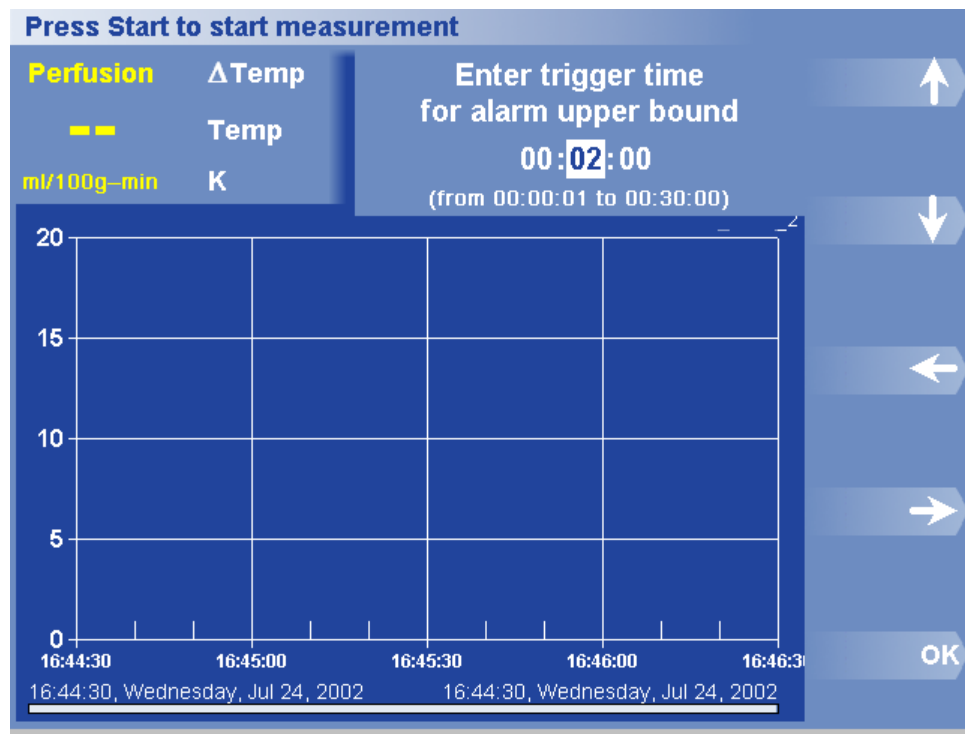

Figure 27. Boîte de dialogue et menu Heure de déclenchement de la limite supérieure
2. Cliquez sur Trigger Time (Heure de déclenchement). La boîte de dialogue Heure de déclenchement apparaît (figure 27).